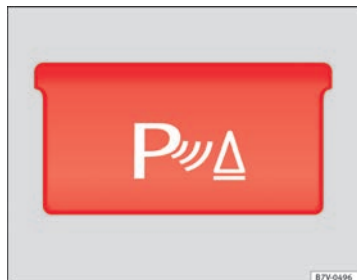

Fig. 141 Dettaglio della console centrale: tasto di attivazione e disattivazione del sistema di controllo per il parcheggio.
- Con il quadro acceso, premere il tasto **Pa** ⇒ fig. 141.